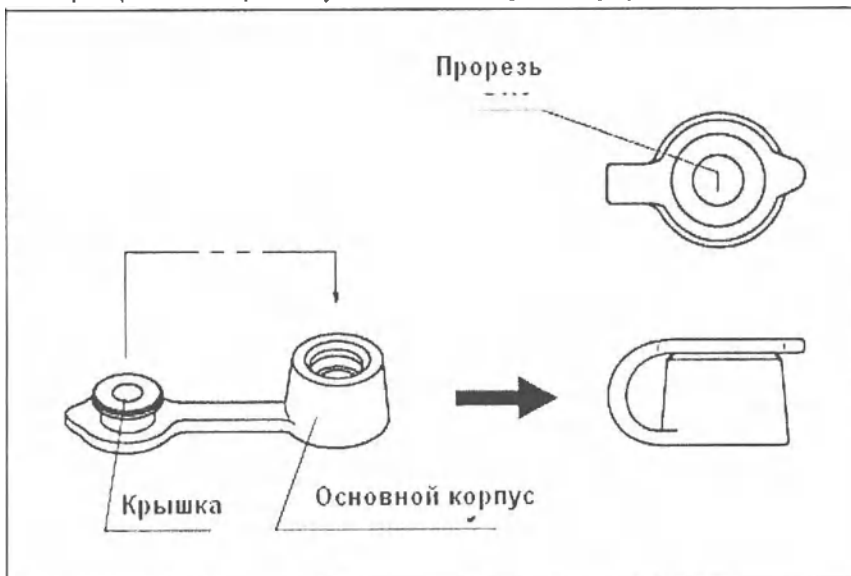

Рисунок 3.9
2. Прикрепите крышку к основному корпусу (смотрите Рисунок 3.9).